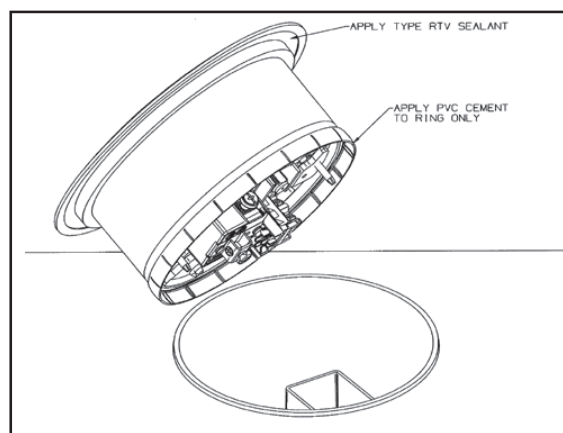

FIGURE 3
15. Carefully apply PVC cement to PVC Leveling/Retainer Ring per manufactures instructions. (Fig. 3)
MULTISERVICES (ÉNERGIE/TÉLÉPHONE-DONNÉES) UN SÉPARATEUR BASSE TENSION EST REQUIS. UTILISER UN SÉPARATEUR NUMÉRO : RF408 (FIG. 3).
15. Appliquer soigneusement du ciment à PVC sur l'anneau de nivellement/de retenue en PVC conformément aux directives du fabricant. (Fig. 3).
MULTISERVICIO (ENERGÍA/TELÉFONO-DATOS) SE REQUIERE UN DIVISOR DE BAJA TENSIÓN. USAR EL NÚMERO DIVISOR: RF408 (FIG. 3)
15. Aplicar cuidadosamente cemento al aro de nivelación/retención en PVC siguiendo las instrucciones del fabricante (Fig. 3).